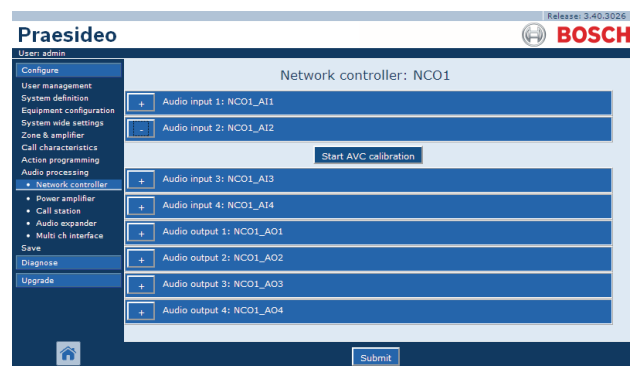

figura 50.2: botón de Calibración AVC
- 9 Vaya a la página *Audio processing* de la entrada de audio a la que el micrófono de detección está conectado. Se mostrará una pantalla similar a la indicada en figura 50.2.